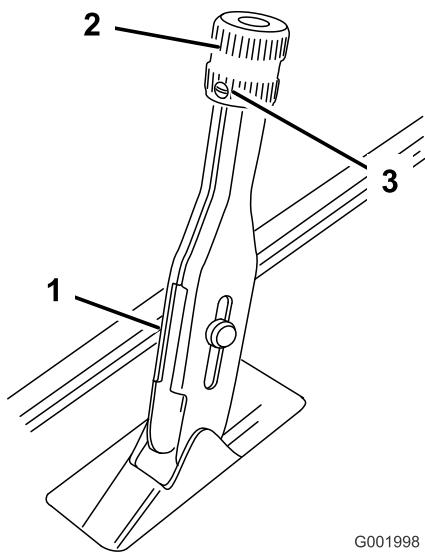

Bild 63
1. Lockern Sie die Stellschraube, mit der das Handrad am Feststellbremshobel befestigt ist (Bild 63).